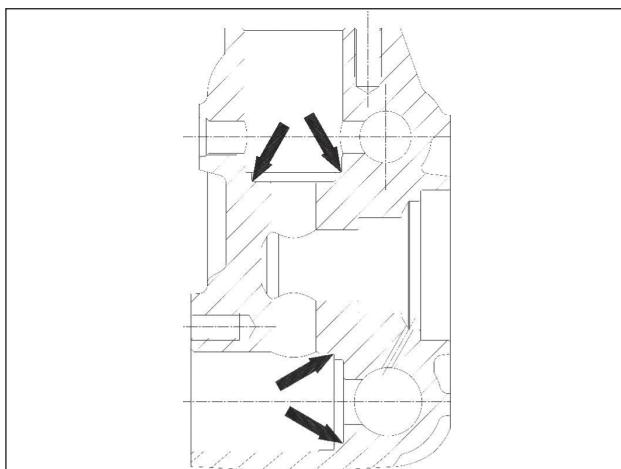

Fig. 18
**Antes de repositionar os grupos da válvula, limpe e enxugue perfeitamente as ranhuras relativas no cabeçote, conforme indicado na Fig. 18.**